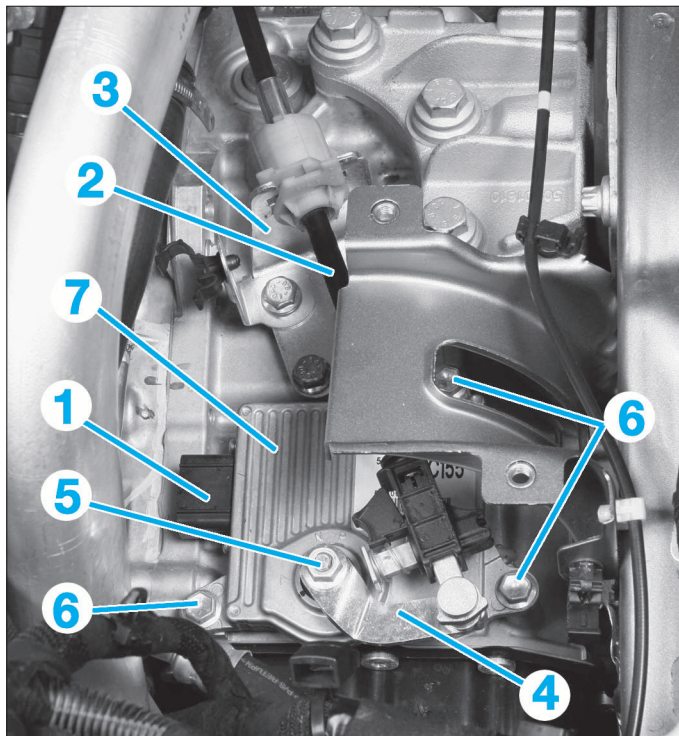

FIG. 10
- Débrancher le connecteur des bornes (1) du calculateur (Fig.10).
- Défaire le câble (2) du support (3) et du levier sélecteur (4).
- Déposer l'écrou (5) puis le levier sélecteur (4).
- Déposer les vis (6) puis le calculateur (7).